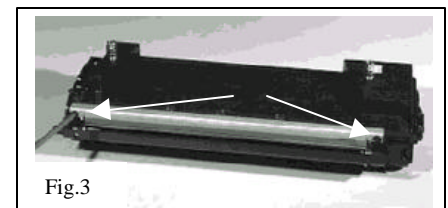

Fig.3
2. Remueva el **Doctor Blade** por remover dos tornillos (**fig.3**) localizado en ambos lados del exterior del **Doctor Blade**. Inspeccione el **Doctor Blade**, y reponga si es necesario.